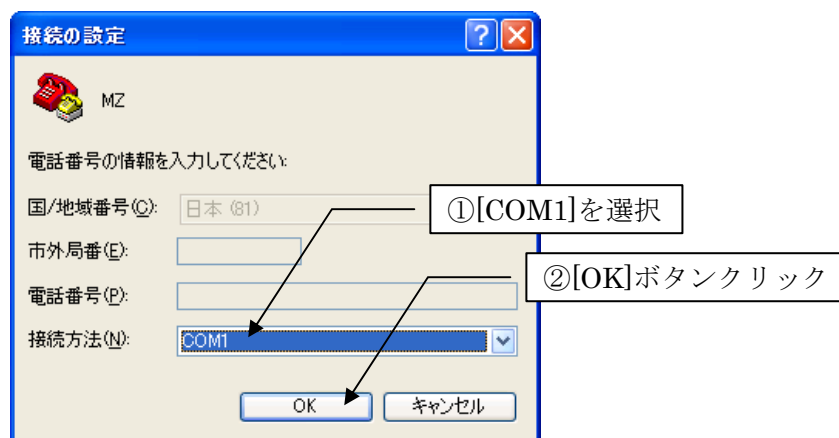

図 6 接続方法の選択
(2) 次に接続方法を選択します。ここでは[COM1]を選択して[OK]ボタンをクリックします (図 6)。